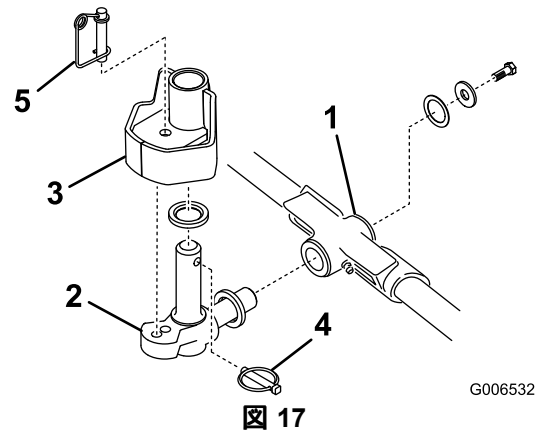

図 17
1. スラストワッシャをピボットナックルの水平シャフトに差し込む 図 17。
2. ピボットナックルの水平シャフトをキャリアフレームの取り付け穴に差し込む 図 17。
3. スラストワッシャ、平ワッシャ、フランジヘッドネジを使って、ピボットナックルをキャリアフレームに固定する 図 17。
4. ピボットナックルの垂直シャフトにスラストワッシャを差し込む 図 17。
に差し込む 図 17。昇降アームのステアリングプレートの下にある枚のゴム製センターリングバンパーの間に、ピボットナックルを挟む。
6. ピボットナックルのシャフトに付いている穴にリンチピンを差し込む 図 17。
**注** カuttingユニットを固定モードで使用する場合にはステアリングロックピンをピボットナックルの取り付け穴に差し込んでください 図 17。
11. ステアリングロックピンの下にスプリングを掛ける 図 17。